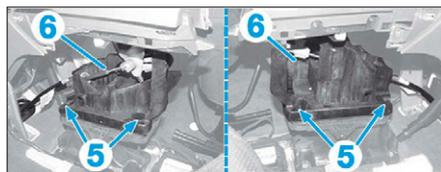

FIG. 14
- Déposer les écrous de fixation (5) de la commande de vitesses (6), puis la retirer (Fig.14).